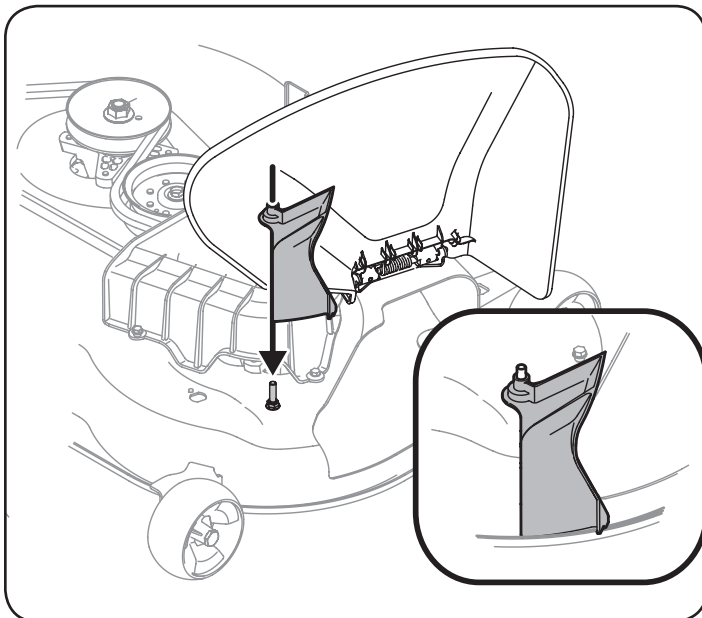

Figura 4
2. Únicamente en las **plataformas estampadas** de 54 pulgadas, ubique el adaptador del canal sobre el pasador. Consulte la Figura 4.